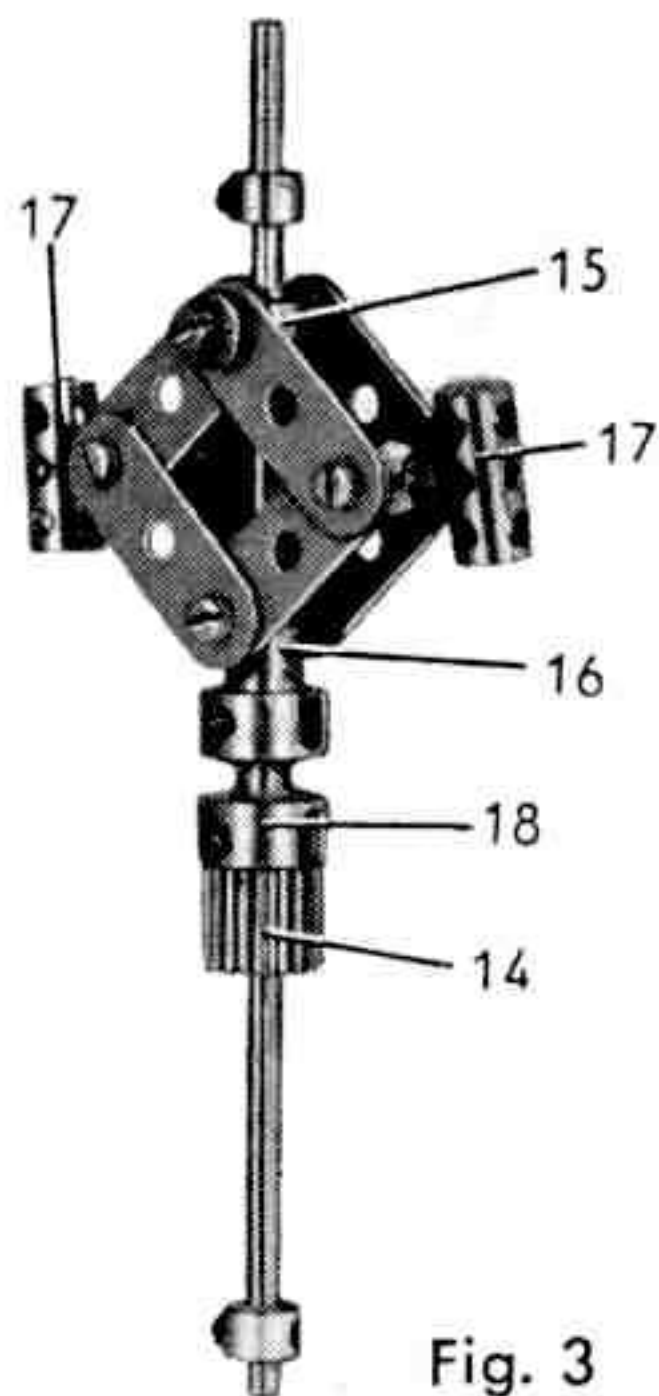

Fig. 3
La relation entre les roues de champ (11) et (12) est assurée par un pignon de 19 dents de 13 mm. de large (14) passé sur une tringle de 16,5 cm. (fig. 3). Cette tringle tourne dans la bande de 25 trous (6) et dans les plaques (2); elle porte un régulateur centrifuge qui débraye automatiquement le pignon (14) à partir d'une certaine vitesse.
Chacune des roues avant est fixée sur une tringle de 2,5 cm. qui passe dans la bande coudée composée de la bande de 4 trous et des équerres (21) et (22) (fig. 3). La tringle de 2,5 cm. porte un accouplement universel (27). L'un des accouplements (27) est fixé à l'extrémité d'une tringle de 6 cm. qui porte 6 rondelles, une bague d'arrêt, un accouplement (28), et 3 rondelles, avant de s'engager dans le différentiel. L'accouplement (28) est libre sur la tringle. L'autre accouplement universel (27) est bloqué sur une tringle de 4 cm. que 3 rondelles séparent du différentiel. Les tringles de 6 et de 4 cm. passent dans les pointes des embases triangulées plates (7).
La roue de 38 dents montée sur la tringle coulissante peut entraîner une roue identique (49). Cette roue est montée sur une tringle de 6 cm. (fig. 3) qui porte également une roue de chaîne de 14 dents. La roue de chaîne est reliée à une roue identique bloquée ainsi qu'un pignon de 25 dents sur une tringle de 11,5 cm. (50). La tringle (50) tourne dans des embases triangulées plates boulonnées sur les cornières (1) du châssis. Son pignon de 25 dents entraîne une roue de champ de 25 dents placée à l'extrémité d'une tringle de 7,5 cm. (51). La tringle (51) passe dans une bande coudée de 90 x 12 mm. fixée sur deux petits goussets d'assemblage boulonnés au châssis. La tringle (51) porte un pignon de 19 dents qui entraîne la roue de champ (29) du différentiel et son extrémité tourne librement dans l'accouplement (28).